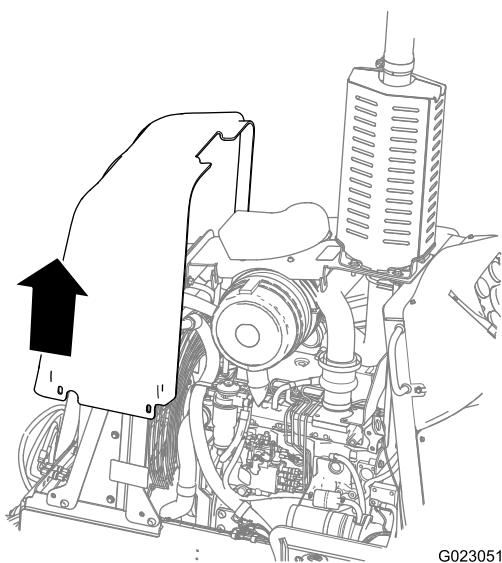

Figure 40
4. Soulevez le panneau avant et déposez-le de la machine (Figure 40).
2. Abaissez le panneau avant sur la machine (Figure 40).